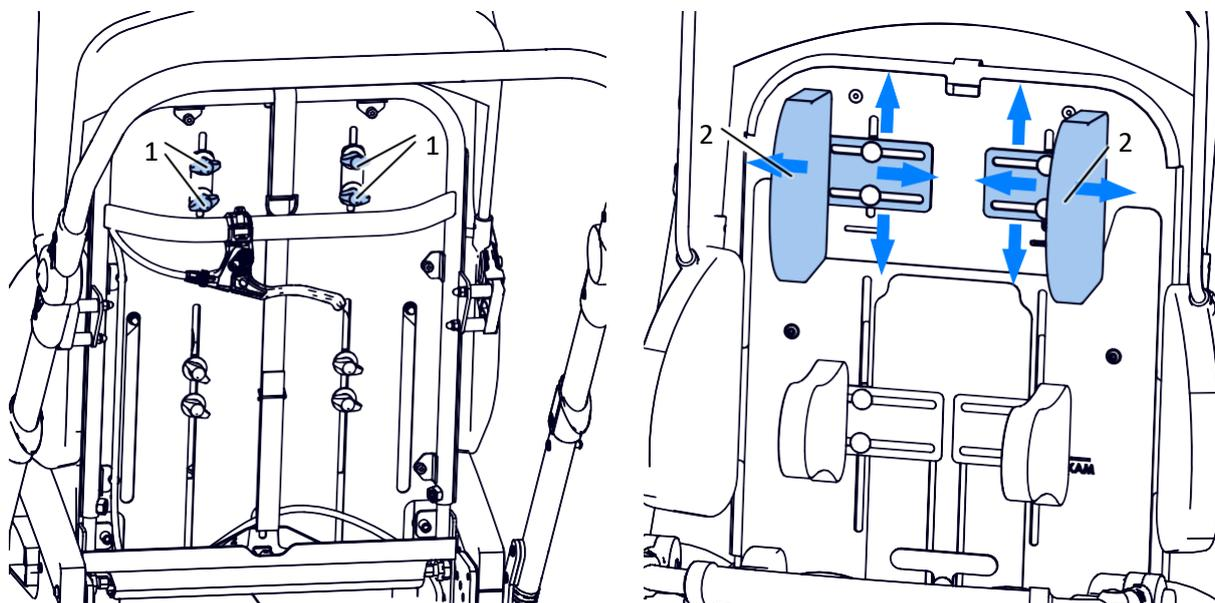

Abb. 19
Um die Kopfstützen (2) einzustellen, lösen Sie die Knöpfe (1) Abb. 19 und stellen Sie dann die gewünschte Position der Kopfstützen ein und ziehen Sie die Knöpfe (1) wieder an, um die Bewegung der Kopfstützen zu blockieren. Die Position der rechten und linken Kopfstütze ist unabhängig, und diese Bruststützen können individuell eingestellt werden.